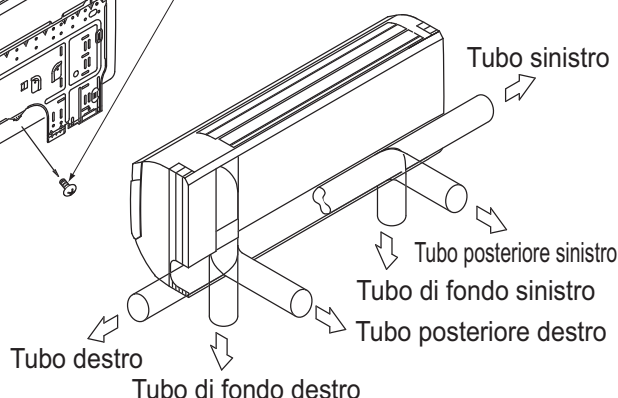

Fig. 4
- (a) Verificare che sul luogo sia presente un foro per fissare la piastra di installazione (1).
- (b) Attaccare temporaneamente la piastra di installazione (1) alla posizione di fissaggio temporanea utilizzando il foro, e utilizzare una livella per assicurarsi che la piastra sia orizzontale o che il suo lato del tubo flessibile di scarico sia inclinato leggermente verso il basso.
- (c) Fissare la piastra di installazione (1) alla parete utilizzando le viti di attacco per la piastra di installazione (2) o bulloni.
- (2) Aprire il foro passante per la tubazione.
- Il tubo del refrigerante e quello di scarico possono essere fatti passare in una delle 6 direzioni: a sinistra, in basso a sinistra, indietro a sinistra, a destra, in basso a destra o indietro a destra. **(Fare riferimento alla Fig. 4)**
- Facendo riferimento ai segni di perforazione sulla piastra di installazione (1), scegliere il punto in cui estrarre le tubazioni e praticare nella parete un foro passante ($\phi 80$ mm).